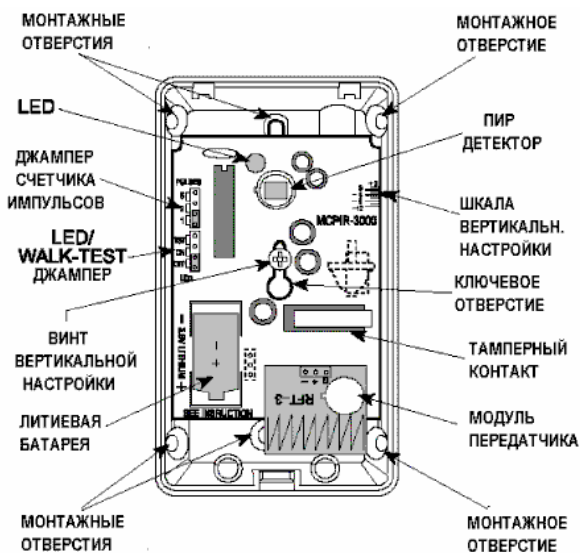

Рисунок 2. Расположение элементов.
**A.** Установите батарею в держатели – соблюдая полярность (см. Рисунок 2)